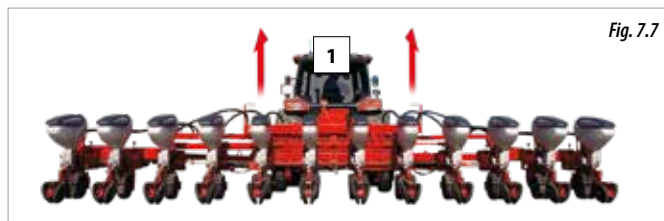

Fig. 7.7
- 2- Lever le semoir (Fig. 7.7).